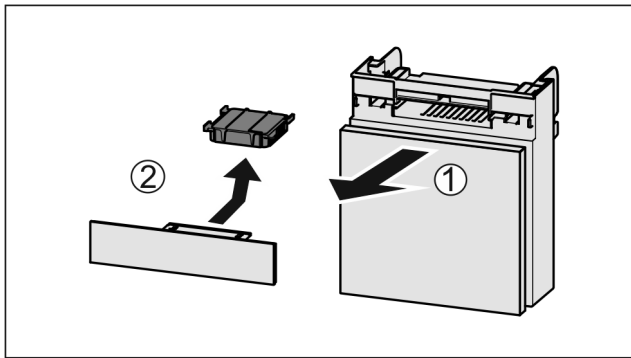

Fig. 142
- Retire el compartimiento hacia delante Fig. 142 (1).
- Retire el filtro de carbón activo Fig. 142 (2).